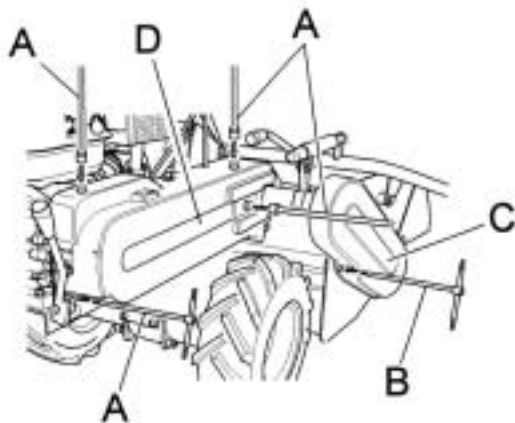

Figura 9
- Quitar la protección de plástico (fig. 9 ref. C), destornillando y quitando los tornillos indicados en la figura 9 ref. B
Figura 9 bis
Para acceder a la zona en la que están las correas de transmisión y el dispositivo de regulación del freno del rotor, hay que quitar la protección de plástico (fig. 9 ref. D), y luego quitar los 4 tornillos indicados en la figura 9 ref. A